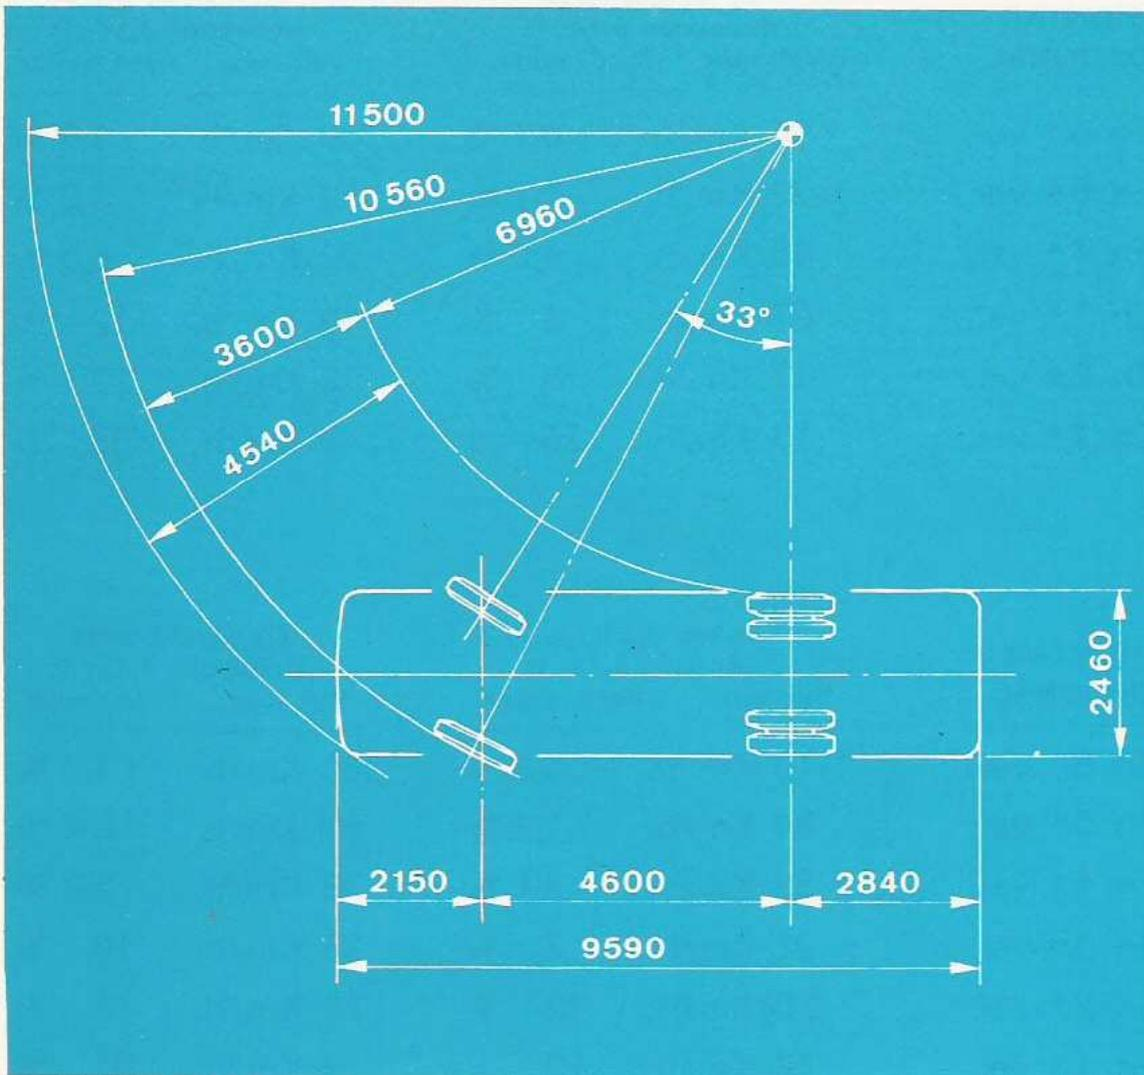

Fig. 1.4. - Radios mínimos de giro
1.5 RADIOS MINIMOS DE GIRO (fig. 1.4)